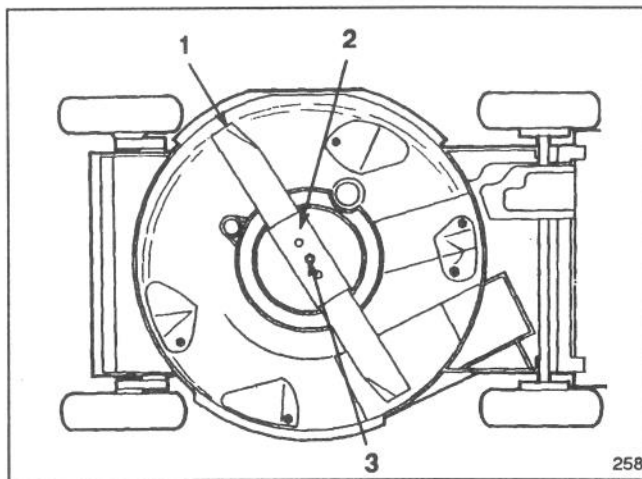

Figure 25
3. Basculer la tondeuse sur son côté droit (Fig. 25). Éviter de faire tourner la lame ce qui risquerait de créer un problème de démarrage.
5. **DÉPOSE DE LA LAME** – Saisir l'extrémité de la lame avec un chiffon ou un gant épais. Retirer le boulon de lame, la rondelle de blocage, le renfort de lame et la lame elle-même (Fig. 25).